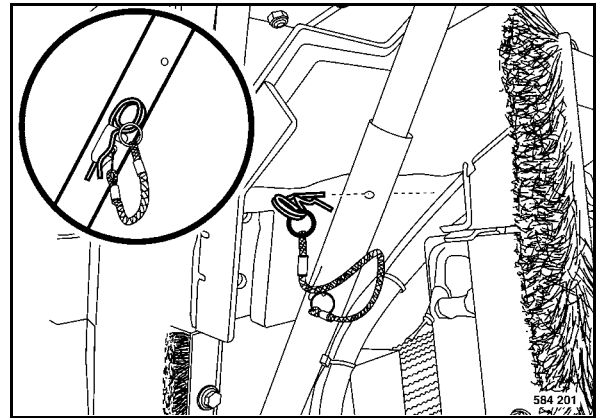

fig. 151
- Ouvrir complètement le capot du moteur (fig. 151) et le verrouiller.